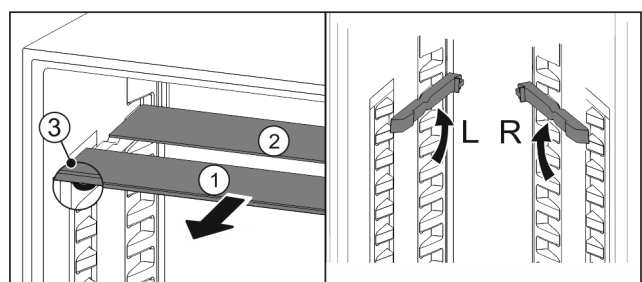

Fig. 94
- ▶ По одной извлеките Fig. 94 (1) стеклянные панели движением вперед.
- ▷ Стеклянная панель Fig. 94 (1) с декоративной планкой лежит спереди.
- ▷ Стопоры Fig. 94 (3) показывают вниз.